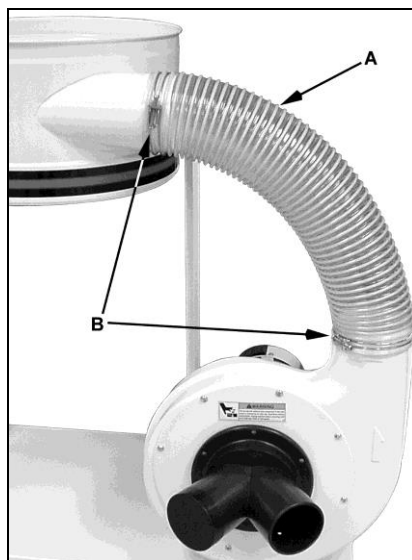

Fig 7
Fixer le tuyau (A, Fig 7) avec les 2 colliers de serrage joints à la livraison (B).